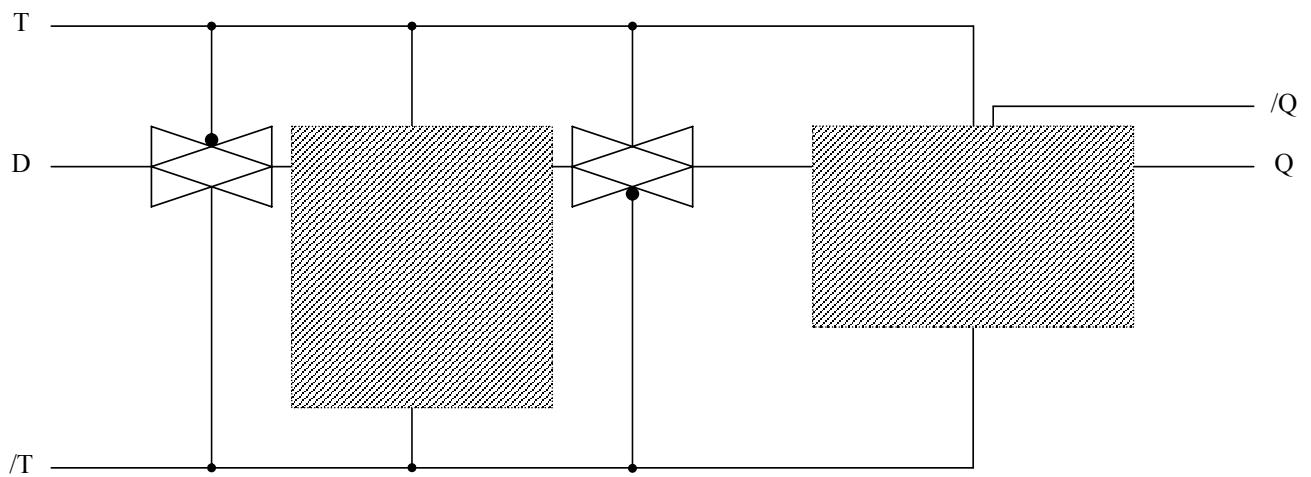

Bild 4.4: Flankengetriggertes D-Flip-Flop
- e) In Bild 4.4 auf der folgenden Seite sind zwei „Schleifen“ des D-Flip-Flops schraffiert markiert. In welcher der beiden Schleifen wird für den Fall $T=0$ die über D eingeschriebene Information (1 bit) gespeichert? Begründen Sie Ihre Antwort!